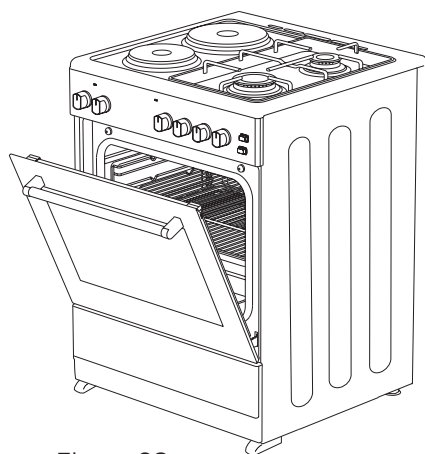

Figura 28
3. Luego, fije el panel de seguridad entre el horno y la cubierta frontal cerrando cuidadosamente la cubierta. (Figura 28)